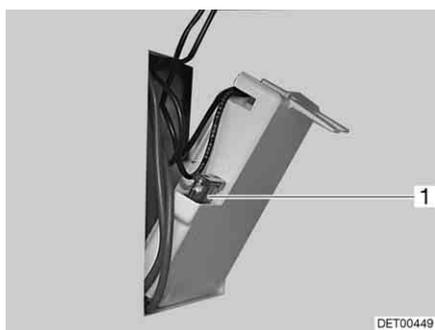

Fig. 166 Fusível da sanita Thetford
- Troque o fusível (Fig. 166,1).